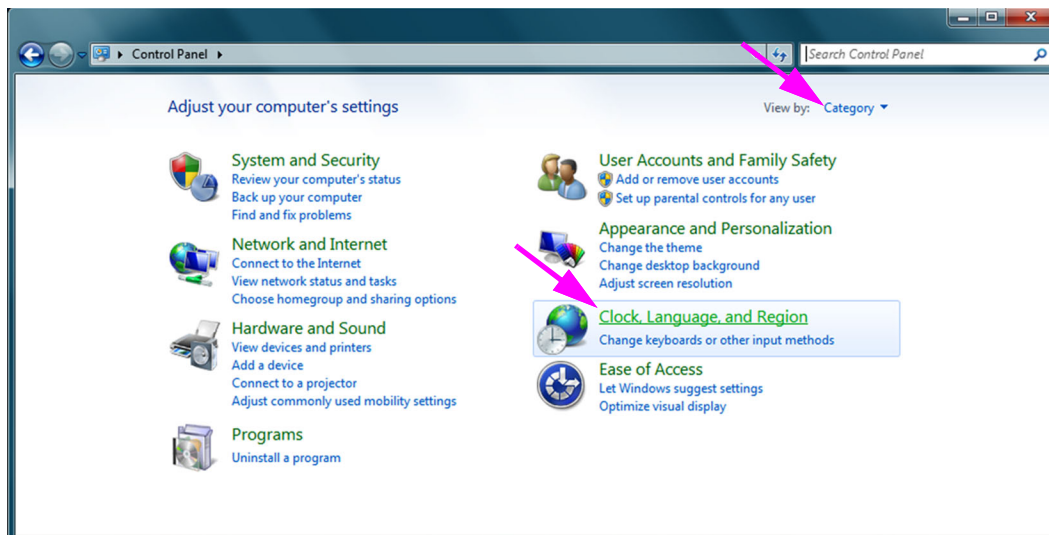

Figura C-1. Fereastra Panou de control
3. Deschideți Panou de control (Control Panel). Asigurați-vă că Vizualizarea după: (View by:) este setată la **Categorie (Category)** și apoi faceți clic pe **Ceas, limbă și regiune (Clock, Language, and Region)** (consultați Figura C-1).